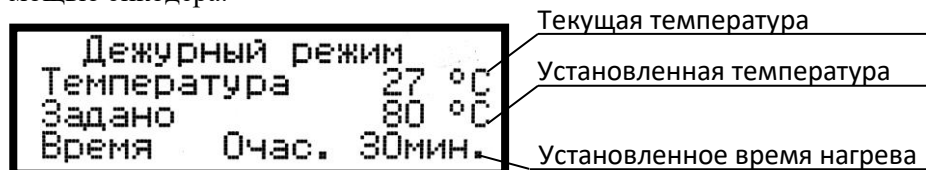

Рисунок 5 – Вид дисплея в состоянии ожидания
В состоянии ожидания на дисплее отображаются (рис. 5):
2.4.4.7 По истечении установленного времени нагрева подогрев плиты отключится автоматически, плита перейдет в состояние ожидания (см. рис. 5). Будет раздаваться звуковой сигнал, начнет мигать подсветка дисплея, на дисплее появится надпись «НАГРЕВ ЗАВЕРШЕН!».